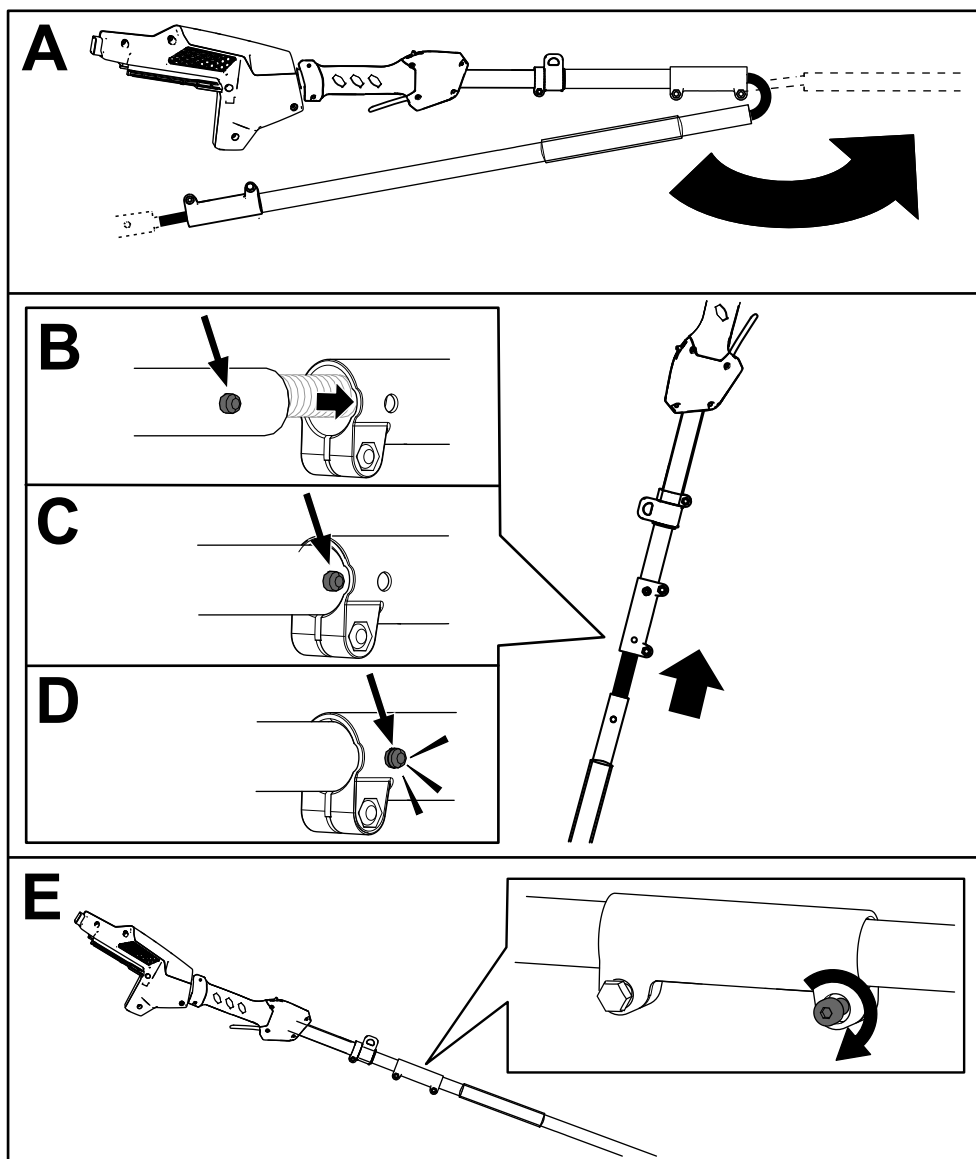

Figura 5
3. Utilice la llave suministrada para sujetar entre sí estas dos secciones de la pértiga (Figura 5, E).